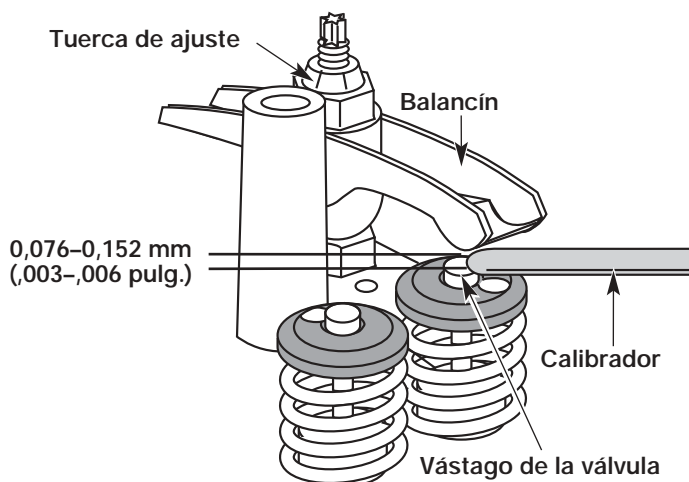

Fig. 72
- a. Gire la tuerca de ajuste con una llave de 8 mm (5/16 pulgadas) o una guía de tuercas (Fig. 72).